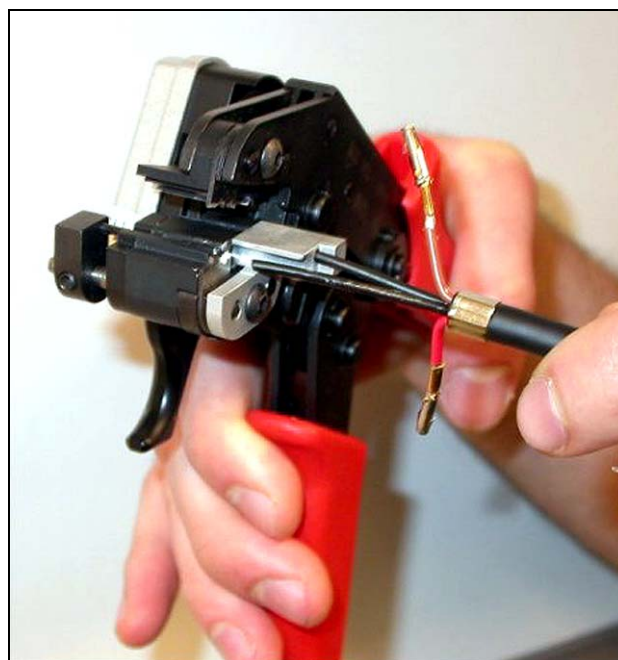
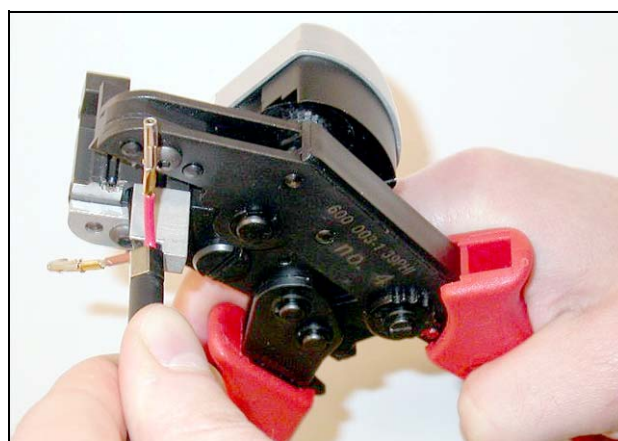

рисунок 30.15: Обрезка оптоволоконна (1)
рисунок 30.16: Обрезка оптоволоконна (2)
- 13 Вставьте пластиковые оптоволоконна в инструмент для резки/зачистки (инструмент 6) POF. Оптоволоконно, предназначенное для обрезки, должно быть вставлено в маленькое направляющее отверстие, тогда как другое оптоволоконно должно быть вставлено в большое направляющее отверстие (см. рисунок 30.15). Обжимная втулка должна упереться в ограничитель (см. рисунок 30.16).